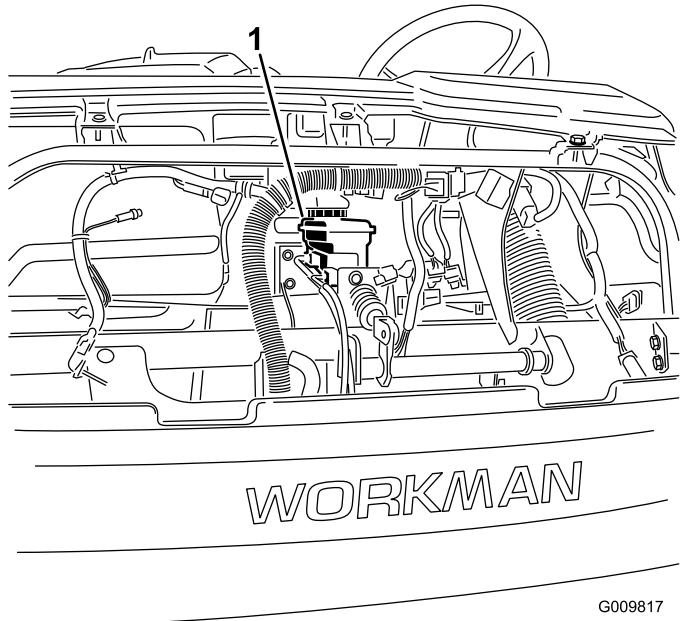

図 54
4. フードを持ち上げてブレーキのマスターシリンダとブレーキ液タンクにアクセスできるようにする図 54。